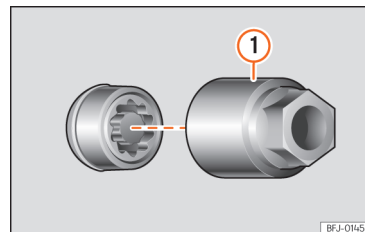

Abb. 37 Diebstahlhemmende Radschraube mit Abdeckkappe und Adapter
» Abb. 37 ① (Bordwerkzeug » Seite 40) bis zum Anschlag in die diebstahlhemmende Radschraube.